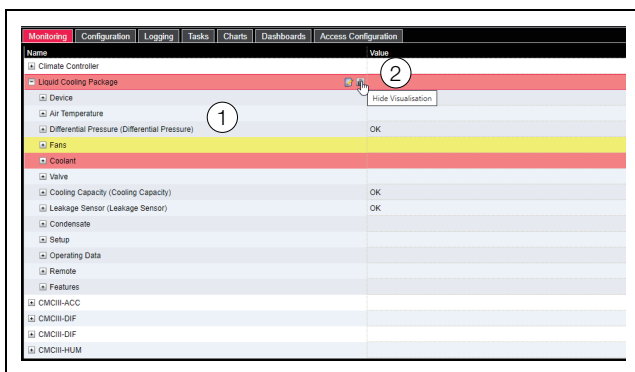

Abb. 141: Baumstruktur
Wenn nach Anwahl der Ebene „Liquid Cooling Package“ die untergeordneten Einträge „Device“, „Air“, „Water“ usw. angezeigt werden (Abb. 141, Pos. 1) schalten Sie folgendermaßen auf die grafische Darstellung um:
- Drücken Sie das farbige „Grafik“-Symbol hinter dem Eintrag „Liquid Cooling Package“ in Form eines stilisierten Diagramms (Abb. 141, Pos. 2).
Die Anzeige wechselt in die Baumdarstellung (Abb. 141) und Sie können gezielt auf die einzelnen Einstellwerte für das Liquid Cooling Package zugreifen.